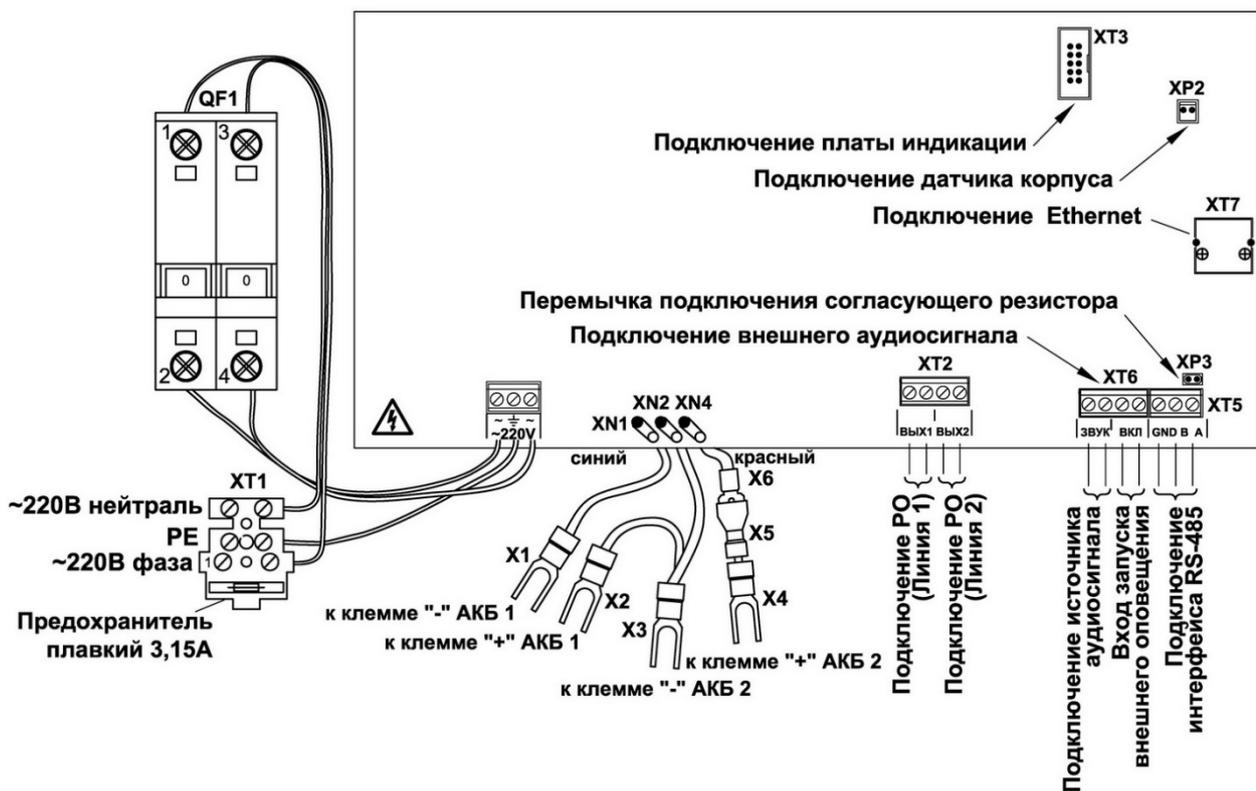

Рисунок 4. Схема подключения модуля.
- 4 Разомкнуть клеммы Х5, Х6 (Рисунок 4) чтобы полностью отключить модуль, так как при отключении питания ~220 В произойдет переход модуля на питание от РИП.
- 5 Отсоединить клеммы Х1-Х4 (Рисунок 4) от аккумуляторов в следующем порядке: Х1, Х2, Х3, Х4.